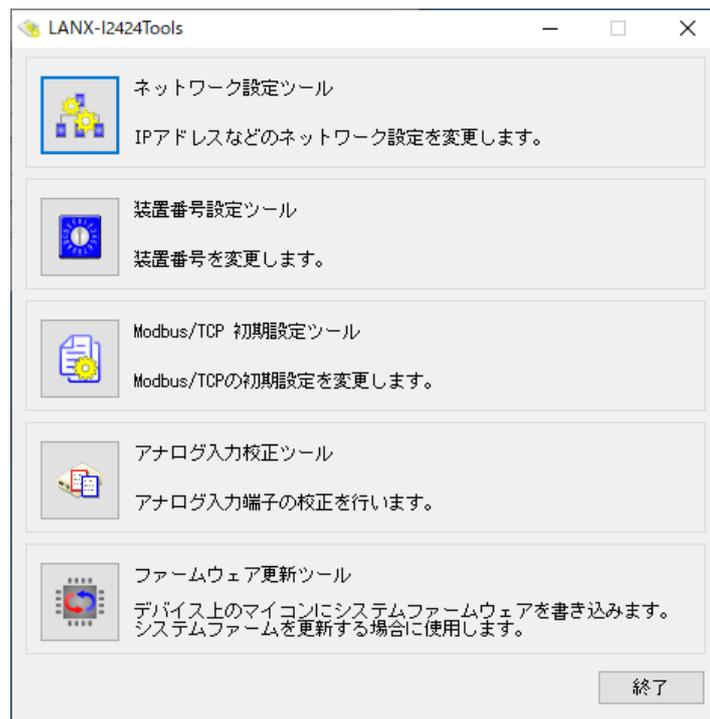
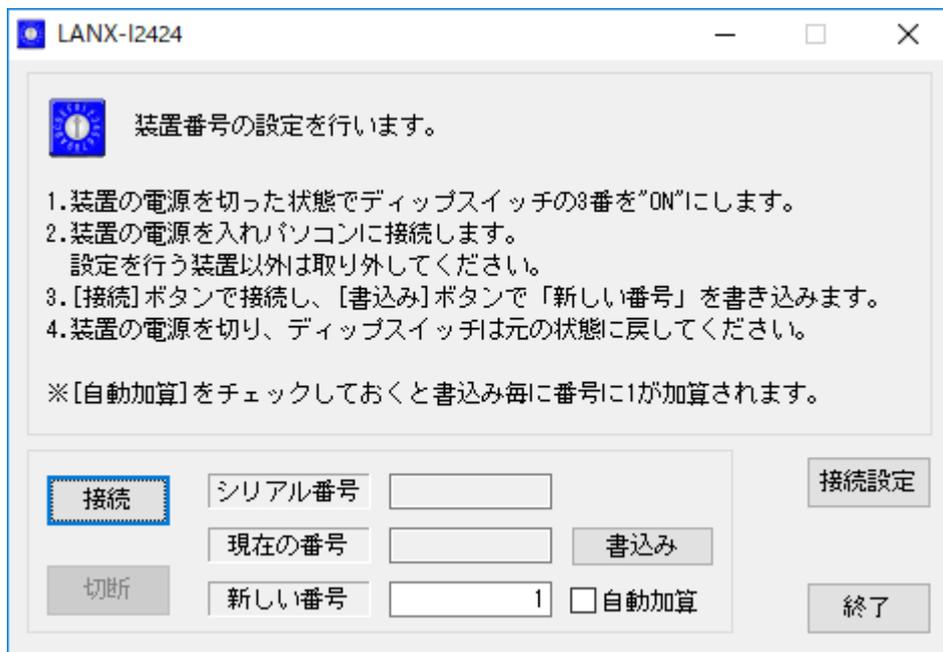

図 16 設定ツールのメニュー画面
図 20 番号設定ツールの画面
2. 設定ツールのメニュー画面(図 16)から[ネットワーク設定ツール]ボタンを押します。図 19 の画面が表示されます。
2. 設定ツールのメニュー画面(図 16)から[装置番号設定ツール]ボタンを押します。図 20 のような画面が表示されます。